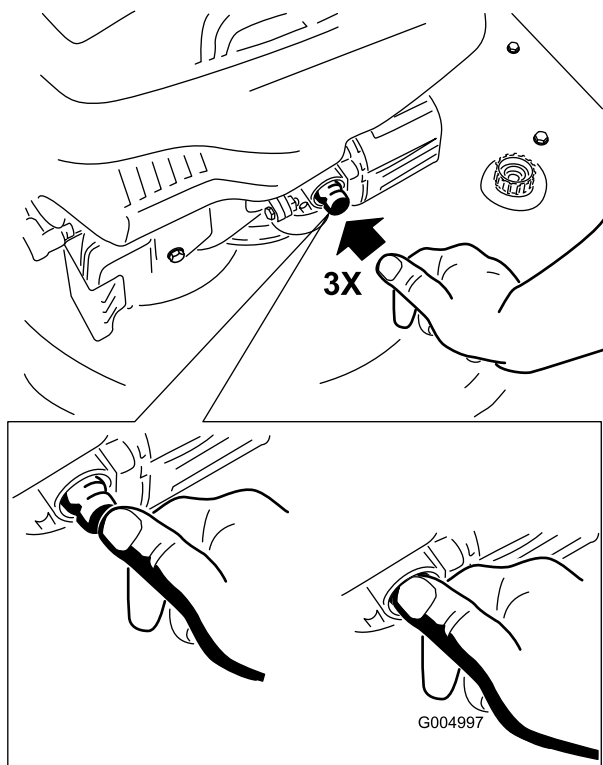

Figure 13
1. Appuyez fermement à 3 reprises sur l'amorceur avec le pouce, en marquant une pause d'une seconde chaque fois (Figure 13).